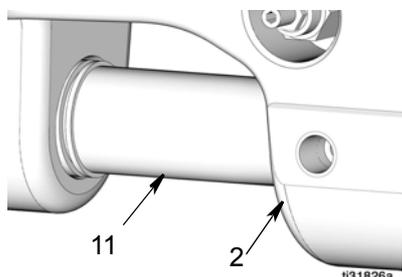

FIG. 17
3. Quite la tuerca compensadora (14) de la base de la bomba (2).
- Haga palanca en el cilindro de la bomba (11) para sacarlo de la base de la bomba (2) (FIG. 17).